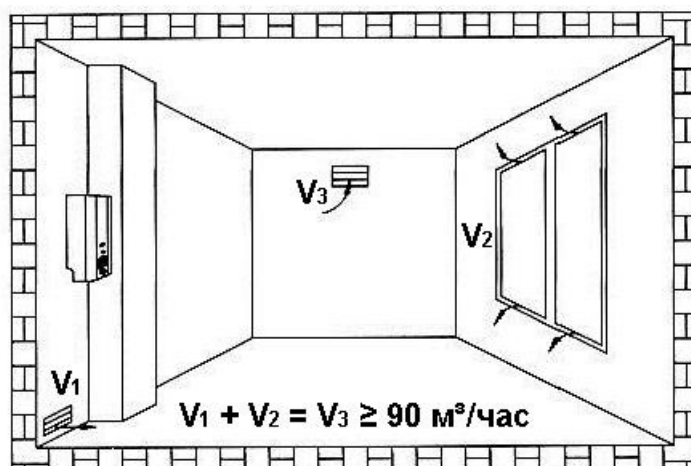

Рис. 9
- количество удаляемого воздуха из помещения (СНиП 2.04.05-91) должно быть не менее  $90 \text{ м}^3/\text{час}$  (Рис. 9);